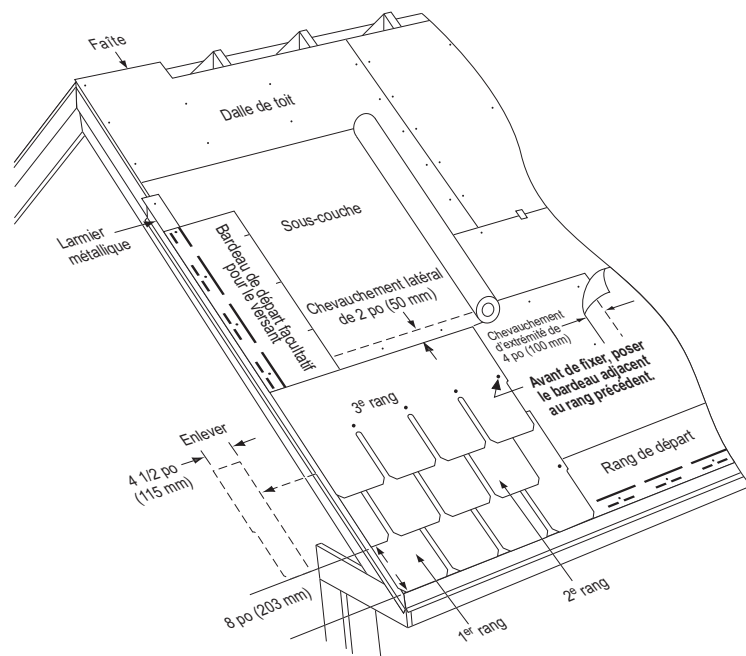

Figure 16-7 : Pose des trois premiers rangs sur une pente standard.
**PREMIER RANG :** Poser un bardeau Belmont entier sur le coin inférieur gauche du toit, à égalité avec le coin gauche du rang de départ. Fixer le bardeau à l'aide de cinq clous (voir figure 16-7).
**DEUXIÈME RANG :** Retrancher  $4\frac{1}{2}$  po (115 mm) sur le côté gauche d'un bardeau entier et poser la pièce de  $31\frac{1}{2}$  po (800 mm) restante sur le bord gauche du premier rang. Fixer le bardeau à l'aide de cinq clous et s'assurer une exposition de 8 po (203 mm) (voir figure 16-7).
**RANGS SUIVANTS :** Commencer le troisième rang avec un bardeau entier. Le fixer au moyen de quatre clous, en laissant l'extrémité droite non clouée pour le moment (voir figure 16-7).